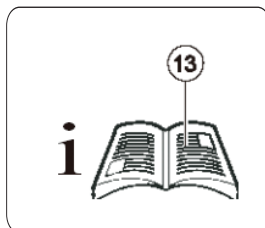

Рис. 10
1. Перед сборкой внимательно прочтите инструкцию (Рис. 10).